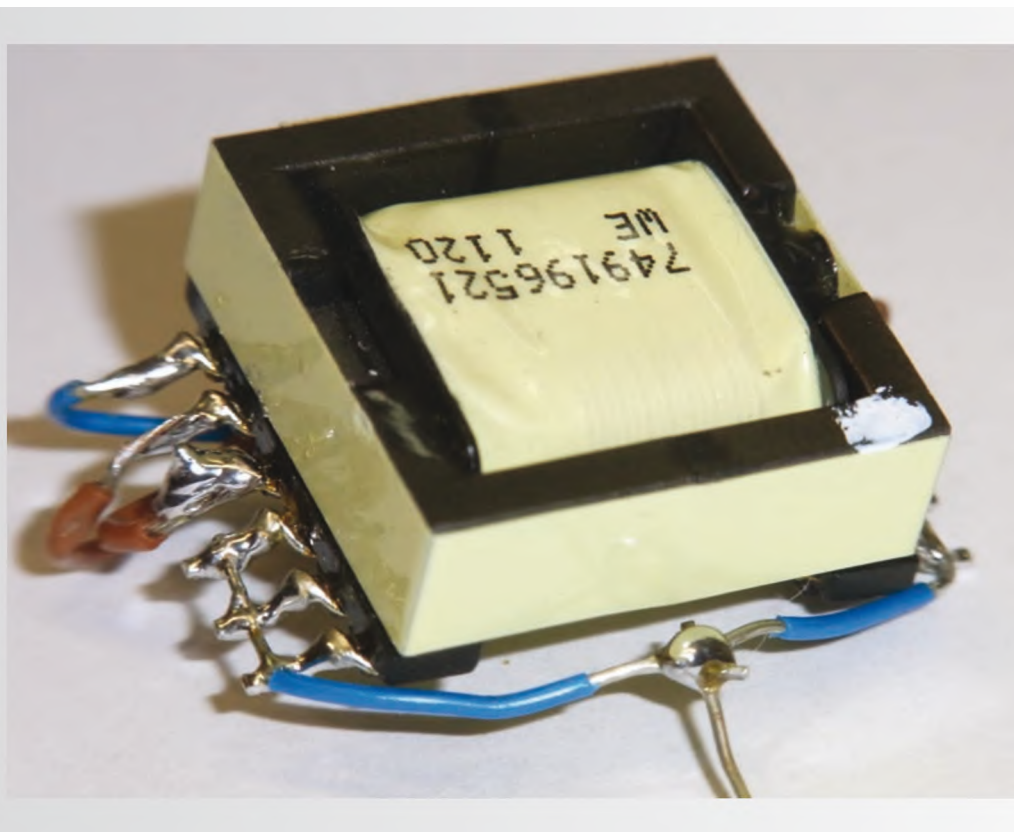

Fig.4 Fotografia del trasformatore usato per le misure, si notino i fili di collegamento
- Ripetere la misura al passo 2 con il secondario in cortocircuito; vedi fig.4-B. Fare la misura ad un paio di frequenze e verificare che l' induttanza non vari in modo significativo. Il valore ricavato lo chiameremo **Lpss**.
Vediamo ora una applicazione pratica di questa procedura usando un trasformatore **Wurth** della serie WE-FLEX 749196521 che potete vedere nella foto di fig.4